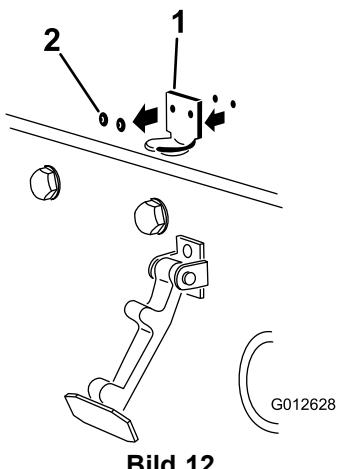

Bild 12
- Entfernen Sie die zwei (2) Nieten, mit denen die Halterung des Motorhaubenriegels an der Motorhaube befestigt ist (Bild 12). Nehmen Sie die Halterung des Motorhaubenriegels von der Motorhaube ab.